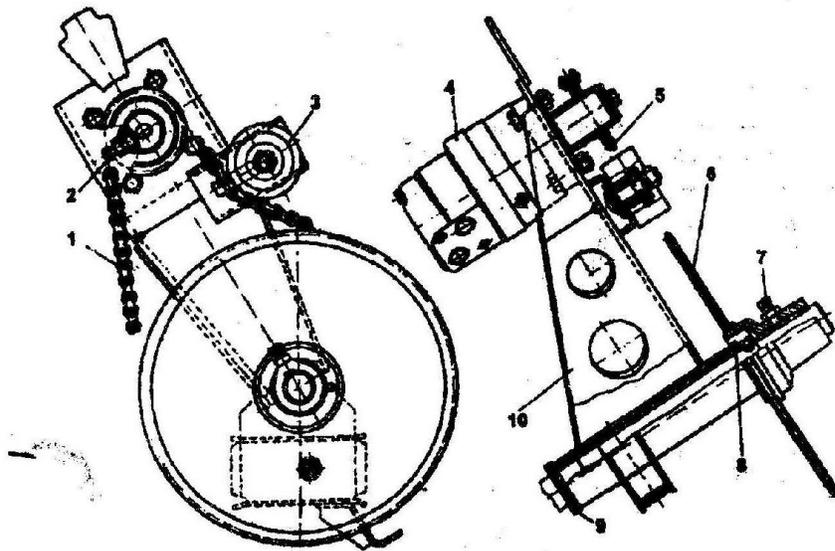

Рис. 24. Гидропривод мотовила:
6.2.6. РЕГУЛИРОВКА ЧАСТОТЫ ВРАЩЕНИЯ МОТОВИЛА осуществляется с помощью гидропривода (рис. 24) и цепной передачи.